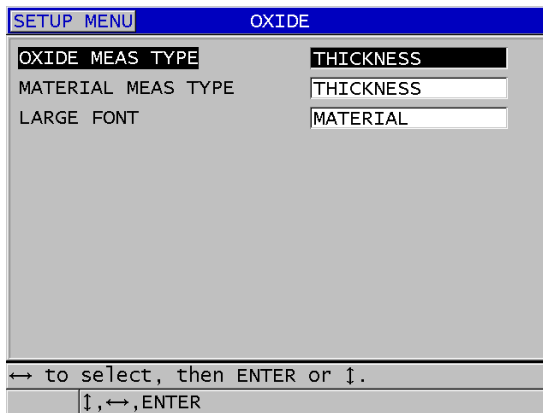

Figura 7-2 Tela ÓXIDO
9. Na tela **ÓXIDO** (veja Figura 7-2 na página 116):